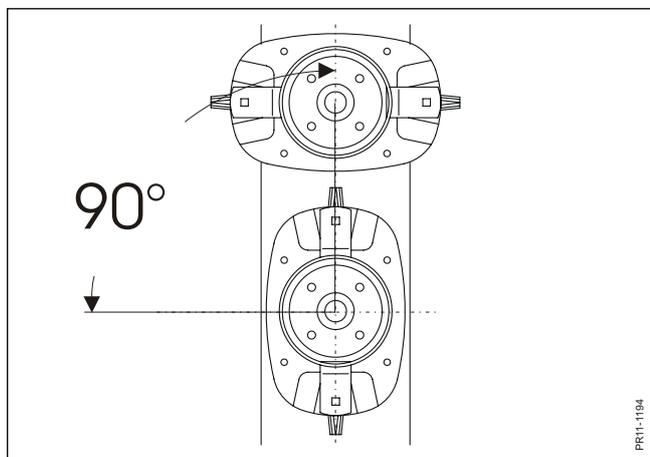

Fig. 5-14
- Fig. 5-14** Si les disques ont été démontés, ils doivent être remontés, décalés de 90° par rapport au disque précédent.